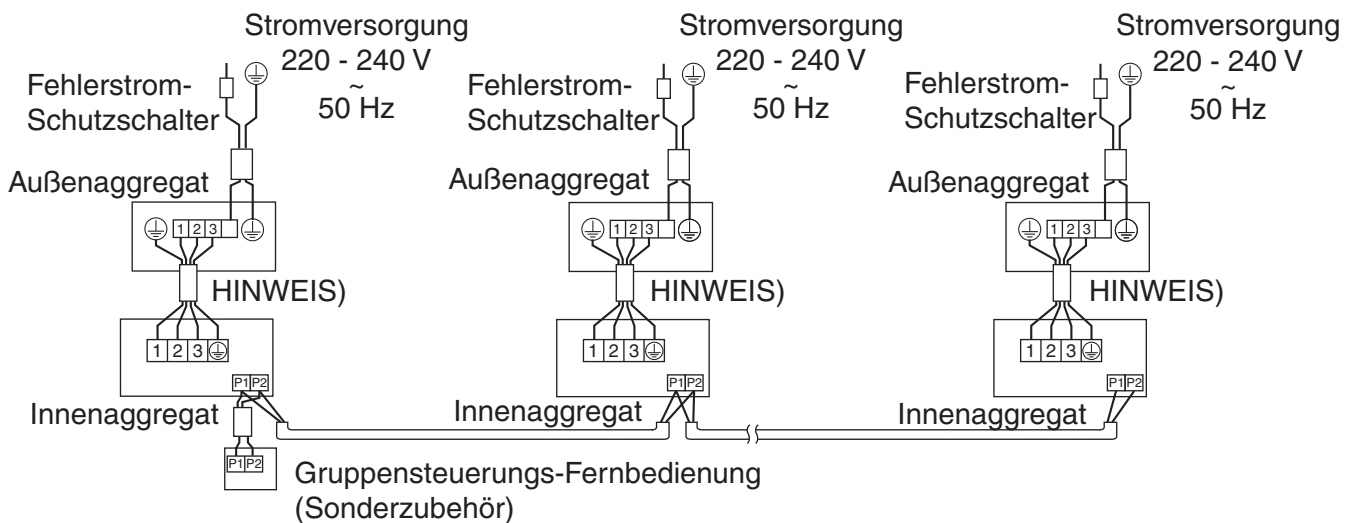

Abb. 42
- **Gruppensteuerung:** Fernbedienung steuert bis zu 16 Innenaggregate (Alle Innenaggregate werden durch die Fernbedienung gesteuert). (Siehe Abb. 42)
(1) Nehmen Sie die Abdeckung vom Steuerungskasten ab.
(2) Verlegen Sie die Kabel über Kreuz zwischen den Klemmen (P1, P2) im Schaltkasten für die Fernbedienung. (Es gibt keine Polarität.) (**Siehe Abb. 42 und Tabelle 3**)